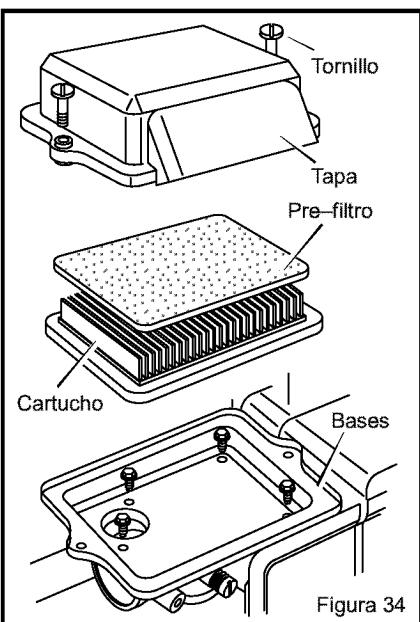

Figura 34
2. Afloje los **tornillos** o remueva la tapa. (Ver la Figura 34.)